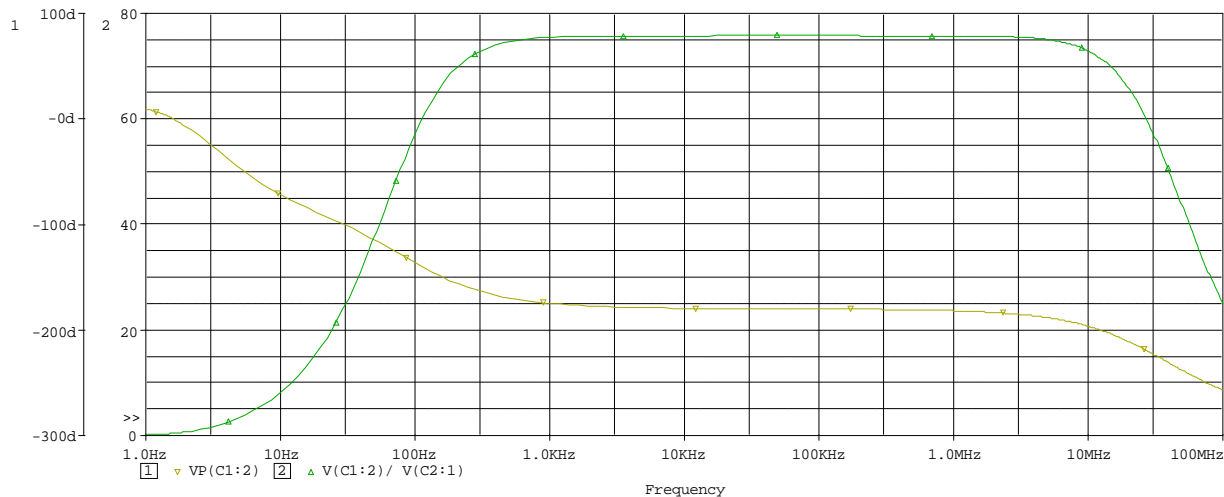

图 7.7 幅频和相频特性
h) 点击仿真按钮执行仿真，在这里我们得到三条曲线： V_{out} ， V_{in} 和 V_p ，为了得到电压放大倍数，我们需要添加一个 (V_{out}/V_{in}) 曲线，为此，我们删除掉 V_{out} ， V_{in} ，同时添加一个 Y 轴，之后选中右边的 Y 轴添加一个曲线，并在 Trace 的表达式输入框中输入 $(V(C1:2)/V(C2:1))$ ，即 V_{out}/V_{in} ，点击确定，得到如下图 7.7 所示的仿真结果，注意这里我们并没有选择对数 DB 表达。